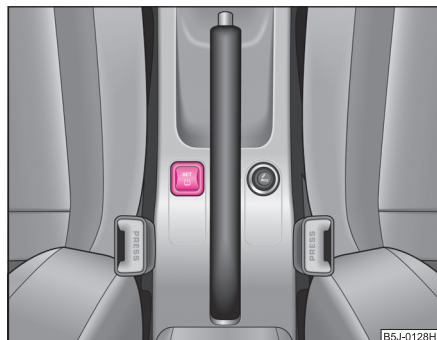

Abb. 147 Taster zum Einstellen des Reifendruck-Kontrollwertes
- Drücken Sie die Taste **SET** (L) → Seite 188, Abb. 147 so lange, bis ein Quitterton ertönt, der die Abspeicherung der Grundwerte bestätigt. Solange die Taste **SET** (L) gedrückt wird, leuchtet im Kombiinstrument die Kontrollleuchte (L).